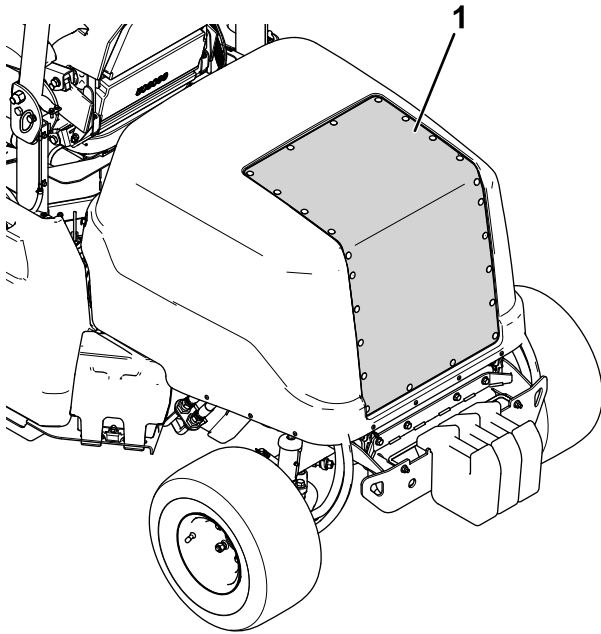

Figura 68
2. Utilice aire comprimido para limpiar la rejilla del capó (Figura 68). Dirija el chorro de aire hacia fuera de la máquina.